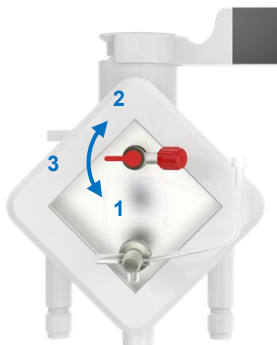

Figura 22 Válvula de desaireación del oxigenador
- Gire la válvula roja del oxigenador hacia abajo, hasta la posición del prefiltro, (véase la Figura 22, Posición 1; filtro prearterial).
- Gire la válvula roja del oxigenador hacia arriba, hasta la posición de posfiltro, (véase la Figura 22, Posición 2; filtro posarterial).
- Gire la válvula roja del oxigenador hasta la posición del prefiltro (véase la Figura 22, Posición 1; filtro prearterial).
- Gire la válvula roja del oxigenador hasta la posición del posfiltro (véase la Figura 22, Posición 2; filtro posarterial).